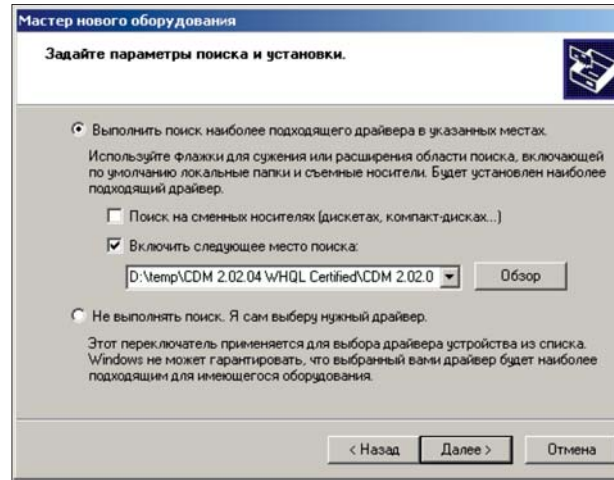

Рис. 3.11
4. При установке драйвера необходимо указывать его местоположение (папку, куда Вы скачали файл с драйверами). Выберите "Поиск подходящего драйвера в указанных местах". Введите в строке путь к файлу, рис. 3.11 или, нажав на кнопку "Обзор", выберите и укажите папку, в которой находится драйвер. После того, как выбрали и указали путь, нажмите кнопку "Далее" для продолжения установки.